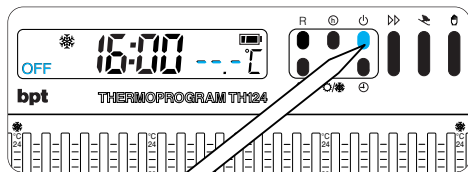

Fig. 38
**12.1** - Premere il pulsante  (fig. 38).
**13.1** - Premere il pulsante  (fig. 38).